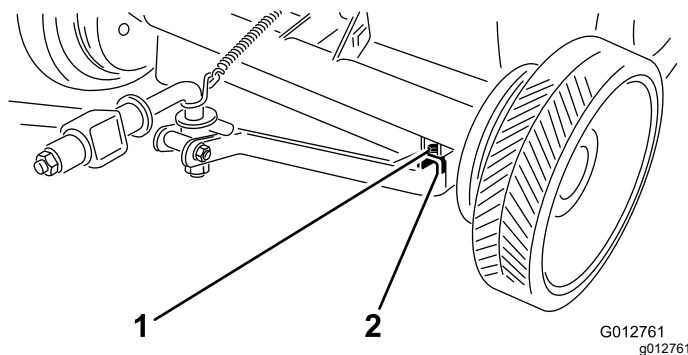

图 12
- 将拉杆上的孔与剪草机横管上的支架对齐。如图 12 所示用平头螺丝  $\frac{1}{2}$ -13 x  $3\frac{1}{2}$  英寸、隔套和锁紧螺母 ( $\frac{1}{2}$ -13) 固定两侧。